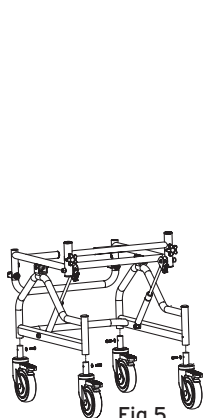

Fig.5
- Instale as 4 rodas na estrutura utilizando o kit de parafusos e a chave fornecidos. As rodas com travão devem ser instaladas na parte posterior da estrutura (fig.5);